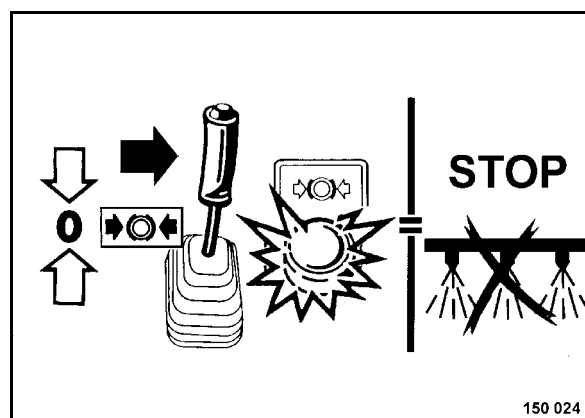

Fig. 63
- Per disinserire l'irrorazione mettere la leva di marcia nella posizione "Freno tirato" (Fig. 63).